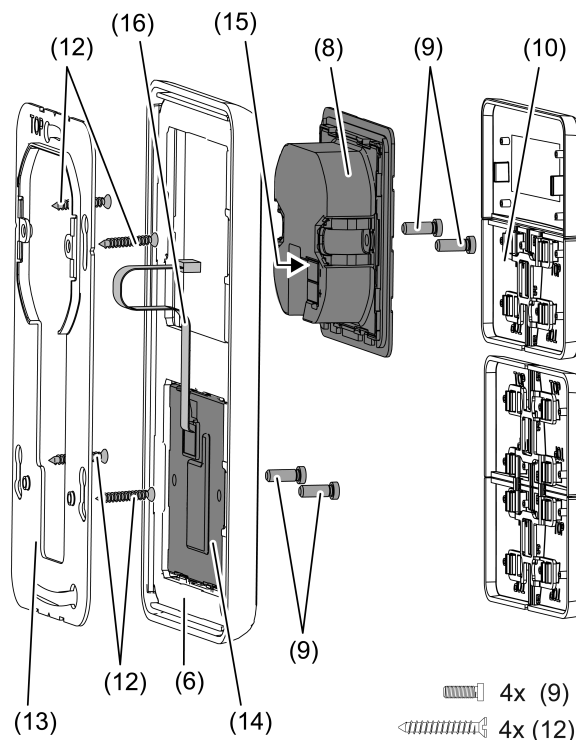

Bild 3: Montage mit Tastsensor-Erweiterungsmodul
Bei Verwendung des Tastsensor-Erweiterungsmoduls (Bild 3): Bevorzugte Montage senkrecht. Großen Tragrings (13) verwenden. Bei Montage auf nur einer UP-Dose die unteren Schrauben in der Wand versenken, z. B. mit Bohrung $\varnothing 6 \times 10$ mm. Tragrings als Schablone verwenden.
- Tragrings (5) bzw. (13) lagerichtig auf eine Gerätedose montieren. Kennzeichnung **TOP** = oben beachten; Kennzeichnung **A** oder **B** vorne. Ausschließlich die beiliegenden Dosen-schrauben (12) verwenden.
- Rahmen (6) auf Tragrings stecken.
- Tastsensor-Erweiterungsmodul (14) vorzugsweise unterhalb montieren. Anschlussleitung (16) zwischen Tragrings und Zwischensteg führen.
- Tastsensor-Erweiterungsmodul: Anschlussleitung (16) lagerichtig in Steckplatz (15) im Regler-Modul einsetzen. Anschlussleitung nicht quetschen (Bild 3).
- Regler-Modul (8) mit KNX-Anschlussklemme (11) an den KNX anschließen und auf den Tragrings stecken.
- Regler-Modul (8) und Tastsensor-Erweiterungsmodul (12) mit beiliegenden Kunststoff-schrauben (8) am Tragrings befestigen. Die Kunststoffschrauben nur leicht anziehen.
- Vor Montage der Bedienflächen (10) die physikalische Adresse in das Gerät laden (siehe Kapitel 5.2. Inbetriebnahme).